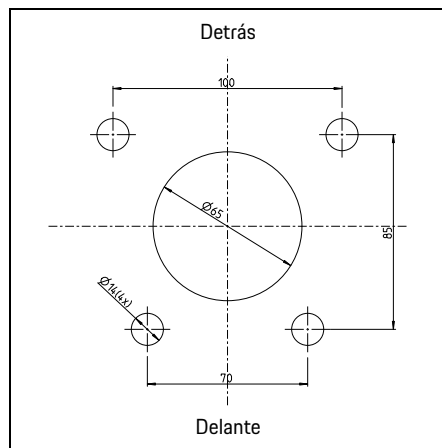

Fig. 2: Medidas de perforación
- Para indicaciones de medidas para varillas de anclaje véase la fig. 2.